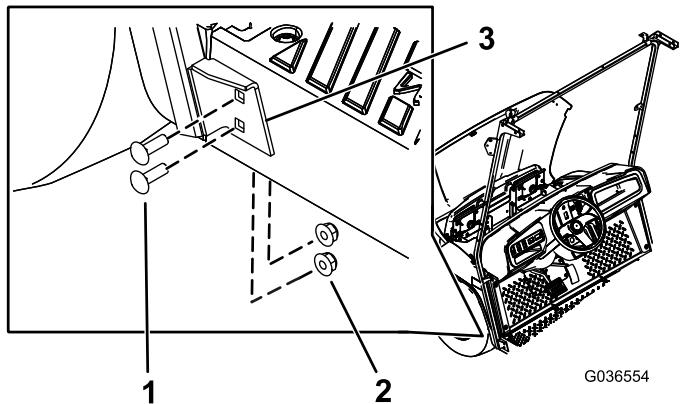

Bild 32
4. Befestigen Sie die untere Halterung der linken und rechten Windschutzscheibenstützen mit vier Schlossschrauben (5/16" x 1") und vier Bundmuttern (5/16") in den in Schritt 1 gebohrten Löchern (**Bild 32**).